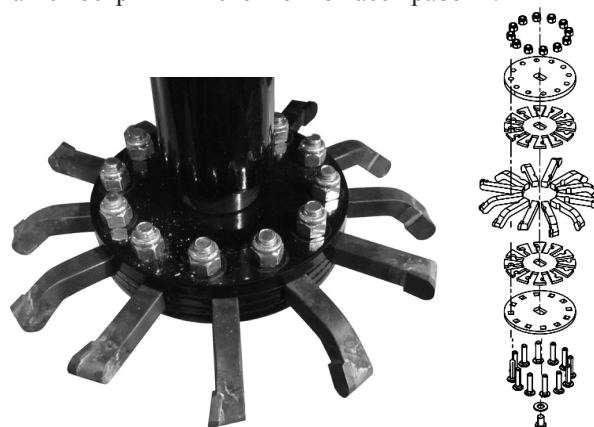

Рис.9
1. Для заточки лезвий ножей необходимо разобрать головку с ножами. Схема разборки на Рис.9.